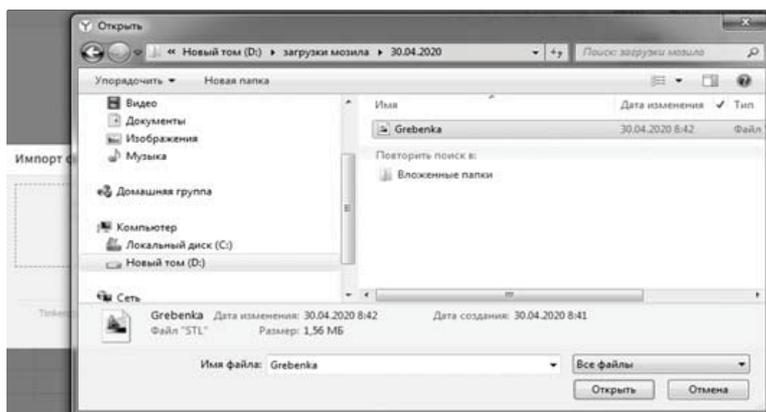

Рис. 30. Выбор файла
4. Выбрать загруженный файл (рис. 30).